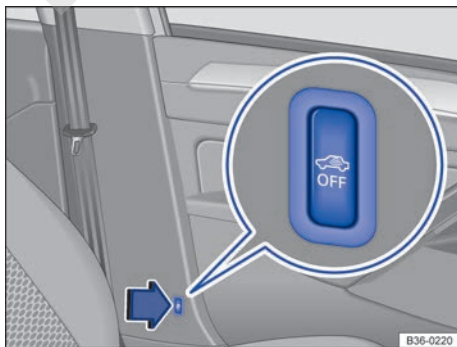

Fig. 40 Junto al asiento del conductor: tecla para desconectar la vigilancia del habitáculo y el sistema antirremolcado.
Para poder desconectarlos tiene que estar encendido el testigo de control de la tecla  → fig. 40. Para que se encienda el testigo de control, desconecte el encendido → pág. 200 y abra la puerta del conductor.
- Pulse la tecla  → fig. 40. En la tecla se enciende un testigo de control amarillo hasta que se bloquee el vehículo.
Si se desconectaron la vigilancia del habitáculo y el sistema antirremolcado pulsando la tecla  → fig. 40, se pueden volver a conectar pulsando de nuevo la tecla . El testigo de control amarillo se apaga.